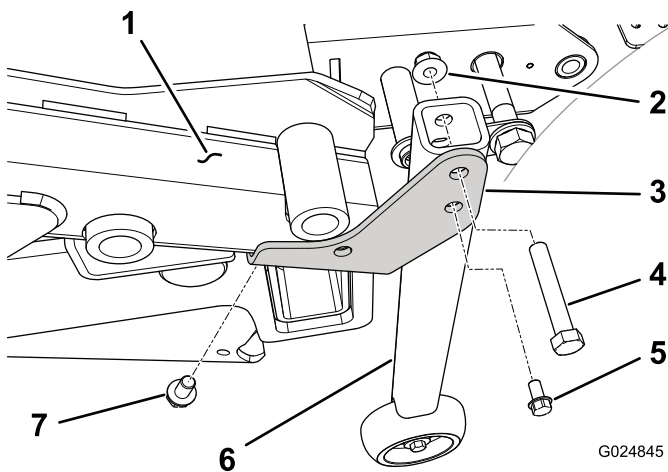

Figura 96
7. Nas unidades de tração que tenham um número de série superior a 313000001, instale um suporte de conversão (lado direito ou esquerdo) no lado inferior do canto traseiro adequado da estrutura da plataforma com um parafuso autorroscante de 3/8 x 5/8 pol. (Figura 96).
8. Instale a estrutura do suporte do tubo vertical no suporte de conversão (lado direito ou esquerdo) em cada canto da estrutura da plataforma com um parafuso de 3/8 x 2-1/4 pol. e uma porca flangeada de 3/8 pol. (Figura 96).